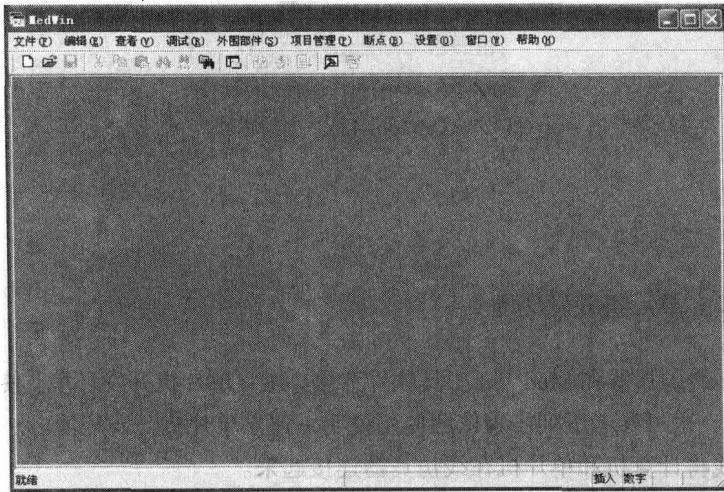
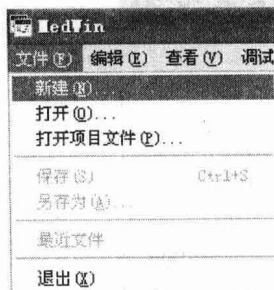
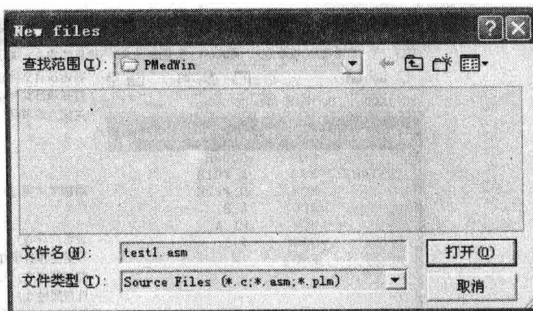

图 1.9 集成开发环境窗口
图 1.12 “文件” 命令菜单
图 1.13 新建文件窗口
在如图 1.8 (a) 所示的窗口中单击“取消”按钮或在如图 1.8 (b) 所示的窗口中单击“模拟仿真”按钮进入 MedWin 集成开发环境窗口，如图 1.9 所示。
② 如果 MedWin 软件是第 1 次在计算机中安装运行，则需先进行“编译、汇编、连接配置”，以后使用时就不需再配置了。在如图 1.9 所示的界面中单击“设置”菜单，出现如图 1.10 所示的命令菜单，选择“设置向导”，出现如图 1.11 (a) 所示的编译、汇编、连接配置窗口。单击“下一步”按钮，出现如图 1.11 (b) 所示窗口，在该窗口中可设置系统头文件路径和系统库文件路径。选择源程序扩展名，若采用汇编语言编写源程序，则应选择 ASM。然后单击“完成”按钮返回如图 1.9 所示的窗口。
① 在如图 1.9 所示的窗口中单击“文件”菜单，出现如图 1.12 所示的命令菜单，选择“新建”，出现如图 1.13 所示的新建文件窗口，确定文件存放路径，输入文件名和扩展名。这里新建一个文